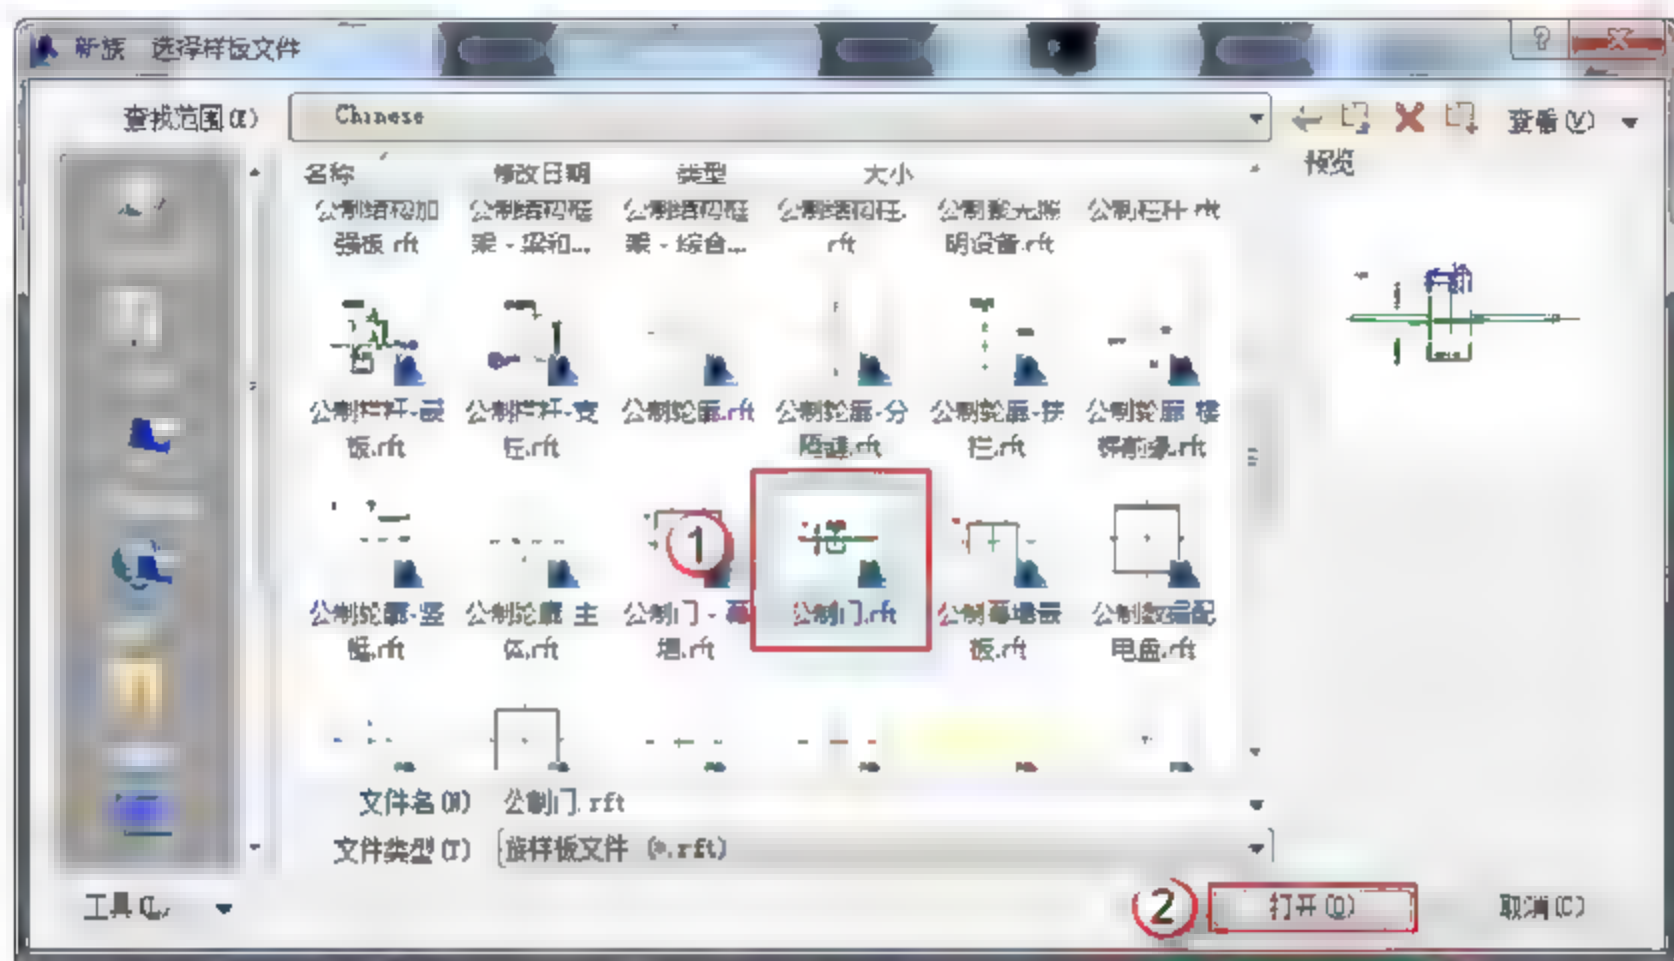

图 6.1.44 “新族-选择样板文件”对话框
(1) 选择“公制门.rft”族样板。选择“程序”→“新建”→“族”命令，在弹出的“新族-选择样板文件”对话框中选择“公制门.rft”文件，单击“打开”按钮，进入门族的设计界面，如图 6.1.44 所示。